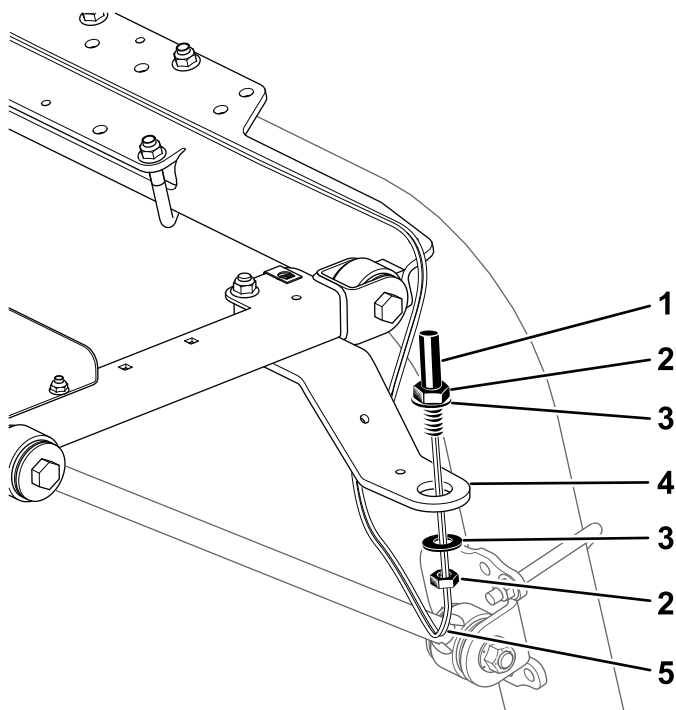

Figura 8
5. Instale la base de la baliza en el soporte como se muestra en la Figura 8.